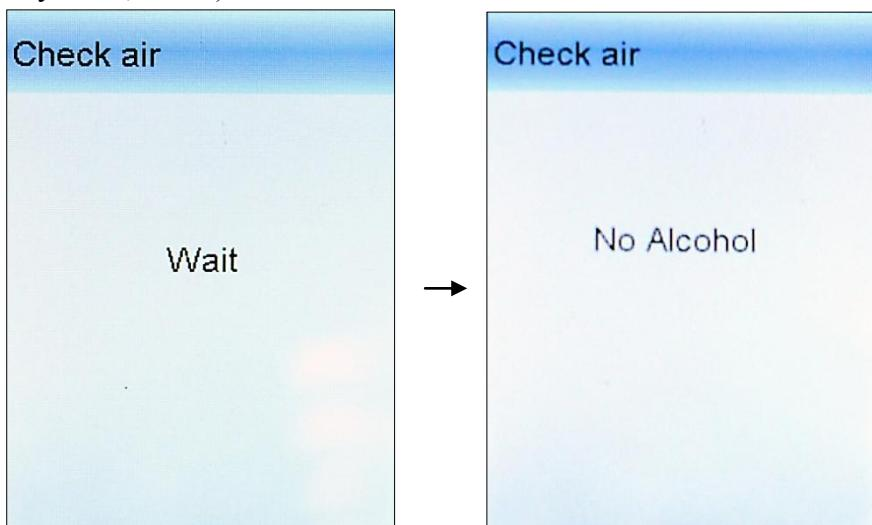
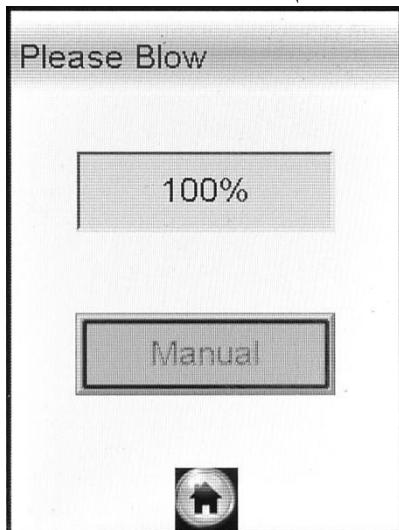

Рисунок 9 – Проверка воздуха
Рисунок 10 – Готовность к отбору пробы
2.7.5 Нажмите виртуальную кнопку «**Start**» для начала процедуры измерения. В этот момент произойдет отбор пробы воздуха из мундштука (будет слышен двойной щелчок срабатывания заборной системы) для проверки его на отсутствие паров этанола, а также на отсутствие остаточного алкоголя в заборной системе анализатора (рисунок 9, слева).
Если в мундштуке и заборной системе алкоголь не обнаружен, на дисплее появится сообщение «**No Alcohol**» (рисунок 9, справа), и анализатор перейдет в режим готовности к отбору пробы (рисунок 10).
2.7.6 При готовности анализатора к отбору пробы (рисунок 10) выполните выдох согласно 2.7.7 настоящего РЭ.
Для повторного выдоха нажмите виртуальную кнопку «**Test Again**», и после появления на дисплее окна готовности к отбору пробы (рисунок 10), обследуемый должен повторить выдох согласно 2.7.7 настоящего РЭ.
Для этого при готовности анализатора к отбору пробы (рисунок 10) переместите курсор с помощью кнопки А или В на виртуальную кнопку «Manual» и во время выдоха обследуемого активируйте ее кратковременным нажатием на кнопку вкл/выкл, при этом анализатор произведет ручной отбор пробы – будет слышен щелчок срабатывания заборной системы.